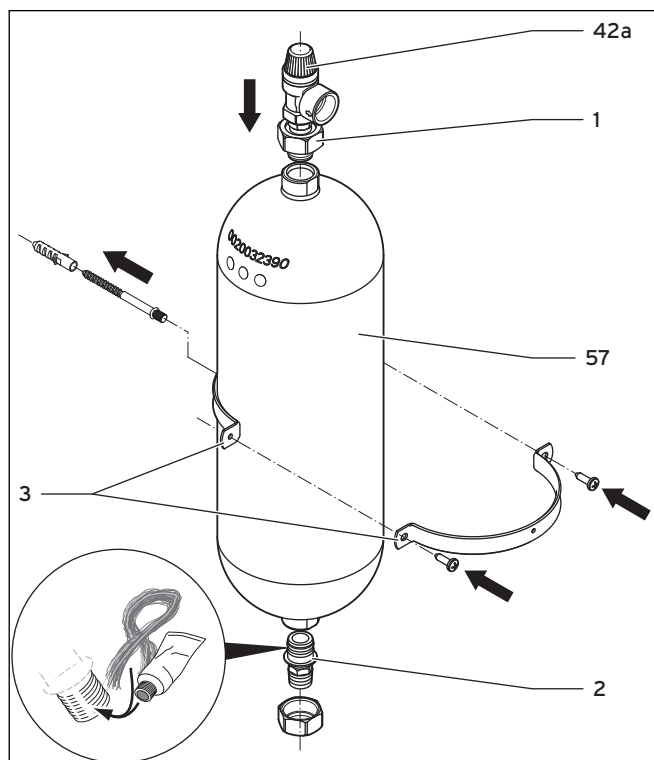

Abb. 5.6 Sole-Ausgleichsbehälter montieren
- Dichten Sie das Außengewinde des oberen Anschlussstücks (1) mit einer Dichtmasse ab, die trocken abdichtet, z. B. Teflonband.
- Montieren Sie das obere Anschlussstück mit Sicherheitsventil an den Sole-Ausgleichsbehälter (→ Abb. 5.6, Pos. 57).